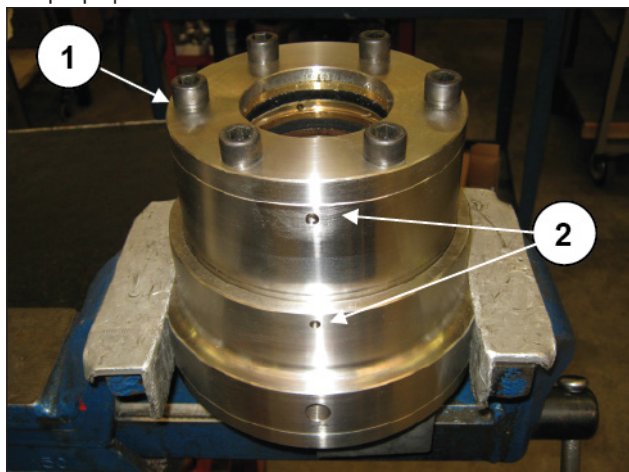
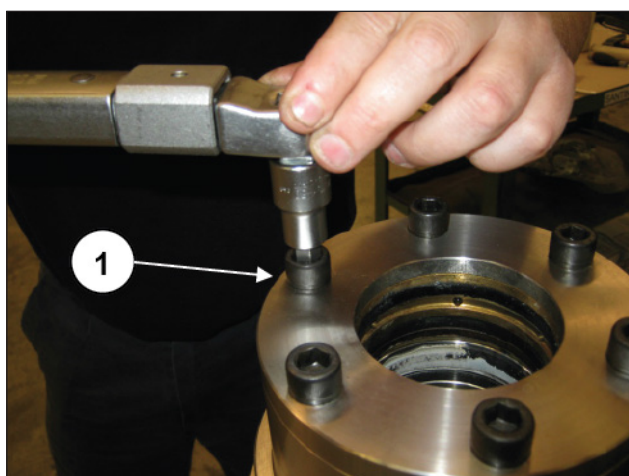

Рис. 229
Рис. 230
Установите рубашку на держатель (поз. ①, Рис. 227), следя за тем, чтобы уплотнительные кольца O-ring оставались в своих пазах, и совмещая присутствующие метки (поз. ②, Рис. 229), после чего установите опорное кольцо для уплотнений (поз. ①, Рис. 228).
После позиционирования крепежных винтов опорного кольца для уплотнений (поз. ①, Рис. 229) затяните их динамометрическим ключом (поз. ②, Рис. 230), как указано в параграфе 3.